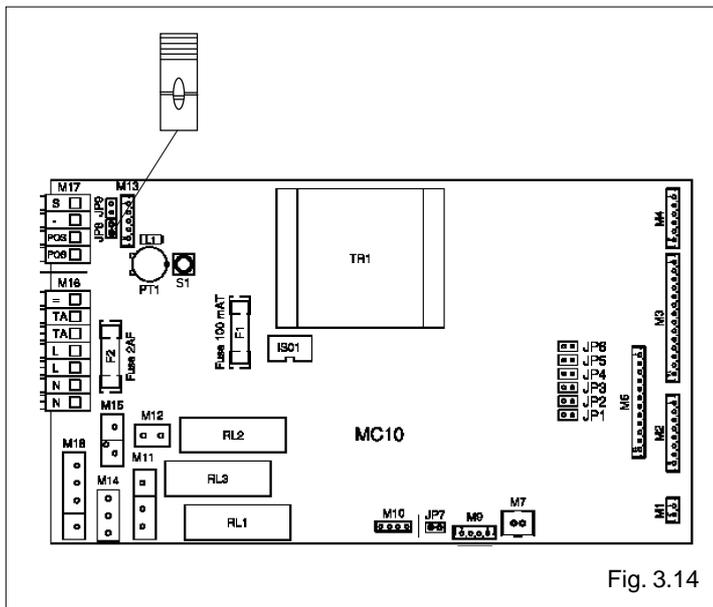

Fig. 3.14
- identificar la tarjeta de mando (fig. 3.14)